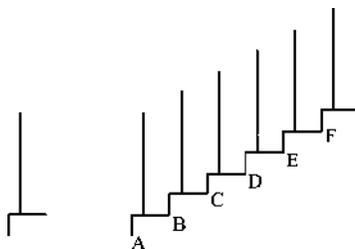

图 1-52 楼梯的复制
【实例 1-24】 已知楼梯的一个踏步和栏杆，使用复制命令完成如图 1-52 所示楼梯图形。
- ①绘制楼梯的一个踏步和栏杆。
- ②执行【复制/C】命令，结果如图 1-52 所示。